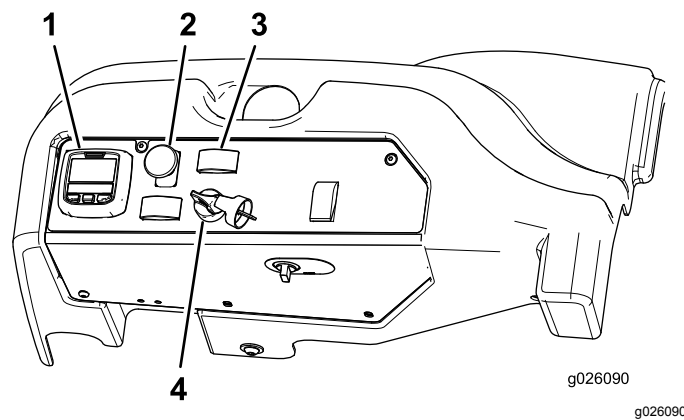

Figura 22
- Mueva el interruptor de la toma de fuerza (TDF) a la posición de DESENGRANADO (Figura 22).